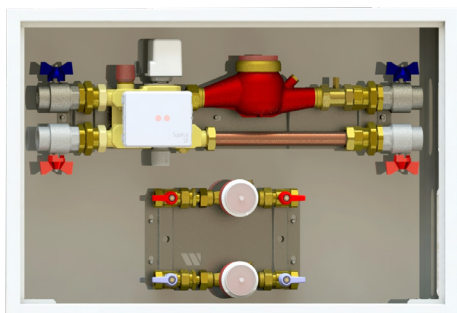

Figura 24
- Rimuovere la coibentazione (**Figura 24**).